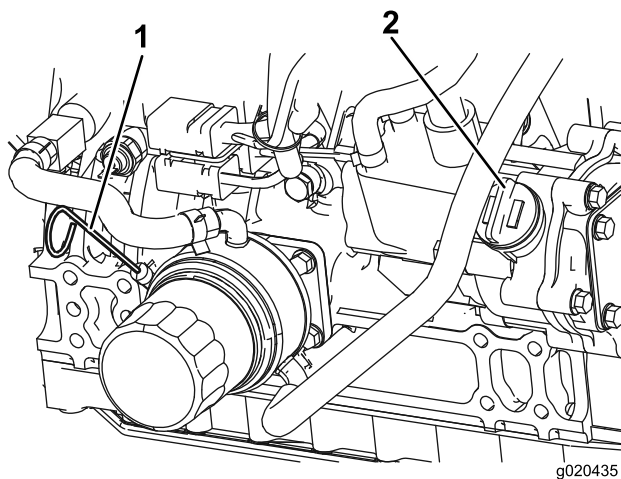

Figura 10
3. Retire la varilla, límpiela, vuelva a colocarla en el tubo y retírela de nuevo. El nivel de aceite debe llegar a la marca Lleno (Figura 10).
4. Si el nivel de aceite está por debajo de la marca Lleno, retire el tapón de llenado (Figura 10) y añada aceite hasta que el nivel llegue a la marca Lleno. **No llene demasiado.**